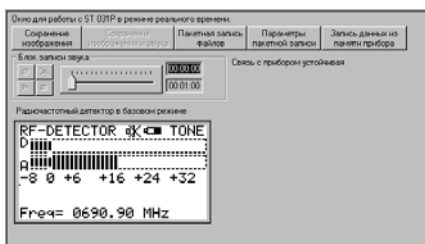

рис. 3
**Окно для работы с ST 031P в режиме реального времени (рис. 3) позволяет:**
**Блок записи звука** (см. рис. 3) состоит:
**Поле изображения** (см. рис. 3) предназначено: